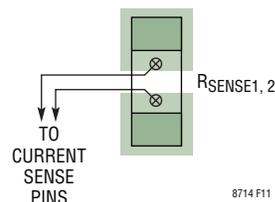

図11. CSP/CSNおよびISP/ISNラインの推奨配線および接続
- 図11に示すように、CSP/CSNラインとISP/ISNラインを別々に（近づけて）デバイスから電流検出抵抗へ配線します。